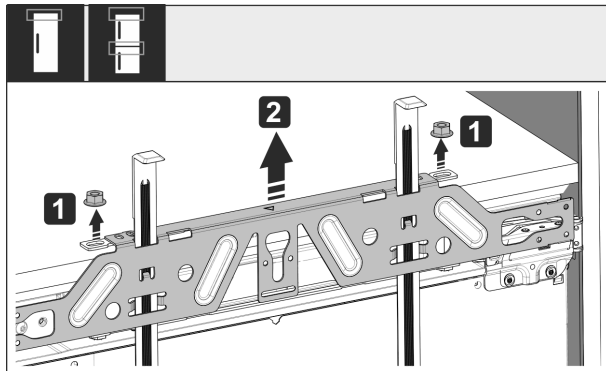

Fig. 54
- ▶ Svitare i controdadi Fig. 54 (1).
- ▶ Togliere la traversa di fissaggio Fig. 54 (2).